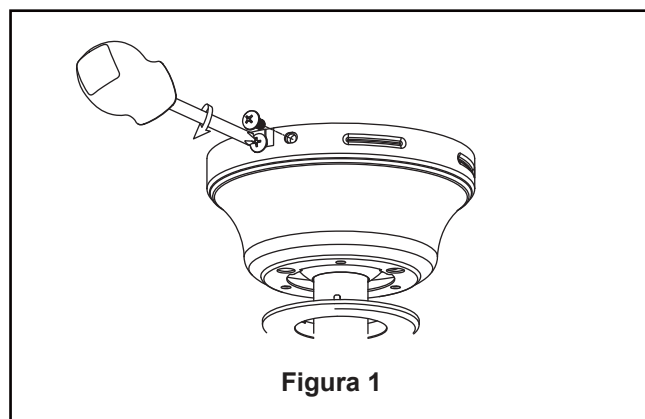

Figura 1
- ☐ **1.** Instale su ventilador deslizando la cubierta del techo con dos tornillos aflojados en las ranuras en forma de "L" de la cubierta. Asegúrese de que todo el cableado se introduce adecuadamente en la cubierta del techo y que no se presiona ningún cable. Una vez que la cubierta está colocada y alineada con el techo, gire en el sentido de las agujas del reloj para asentar los tornillos en la parte correcta de la ranura. A continuación fije adecuadamente los tornillos y instale los dos tornillos restantes extraídos en el paso 1 de la página 32 (**Cómo colgar el ventilador de techo**) para asegurar la cubierta del techo al soporte colgante del techo. (Figura 1)
1. Levante el ventilador del enganche del soporte colgante e instale su ventilador deslizando la cubierta del techo con dos tornillos aflojados en las ranuras en forma de "L" de la cubierta. Asegúrese de que todo el cableado se introduce adecuadamente en la cubierta del techo y que no se presiona ningún cable. Una vez que la cubierta está colocada y alineada con el techo, gire en el sentido de las agujas del reloj para asentar los tornillos en la parte correcta de la ranura. A continuación fije adecuadamente los tornillos. (Figura 1)